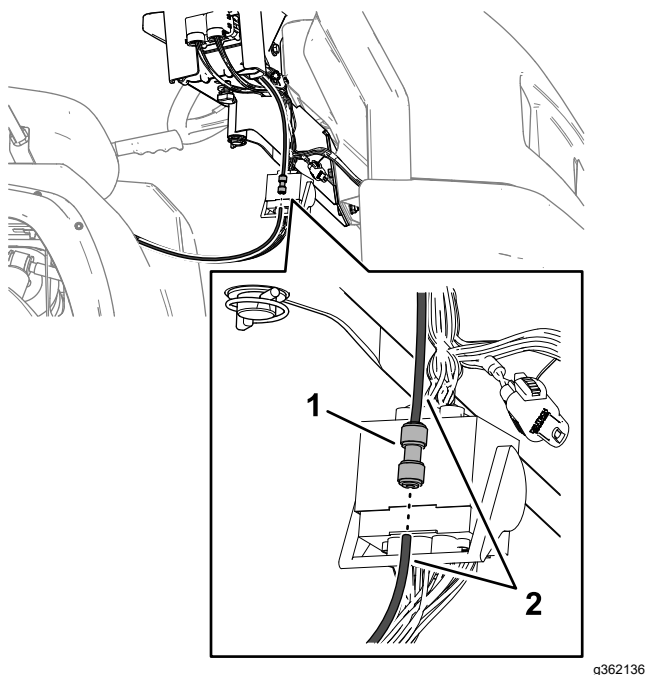

Figura 132
5. Demontai unul dintre tuburile de detectare a presiunii din fittingul de conectare prin apăsare, aa cum este indicat în Figura 132.